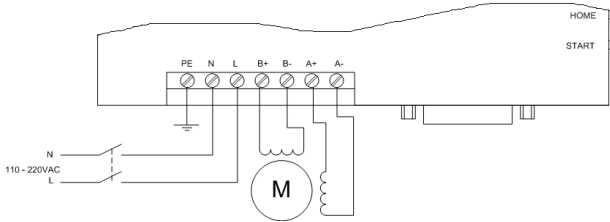

Рис.3. Пример подключения двигателя и источника питания и к блоку SMSD-822
4. Выполните соединение блока с ШД согласно схеме, представленной на рис. 3.